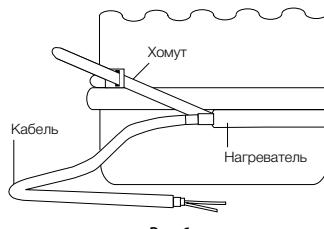

Рис. 6
- Демонтируйте термоизоляцию корпуса компрессора. Смонтируйте нагреватель в соответствии с рис. 6. Пластиковым хомутом обеспечьте натяжение, достаточное для плотного облегания компрессора нагревателем. Саморегулирующийся нагреватель должен плотно облегать компрессор.